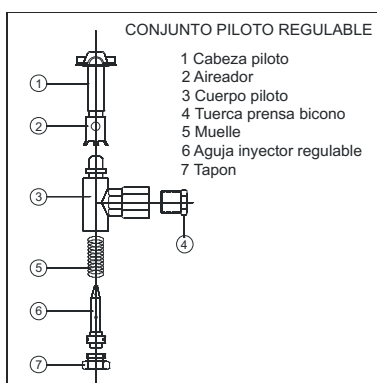

Fig. 3
2.- PILOTO PERMANENTES DE PLANO. -Fig.2 ó Fig. 3
Fig. 3. Piloto regulable. No lleva inyector. Para el cambio de gas basta con regular mediante un destornillador la aguja inyector, la cual permite el paso de más o menos gas a la llama piloto.